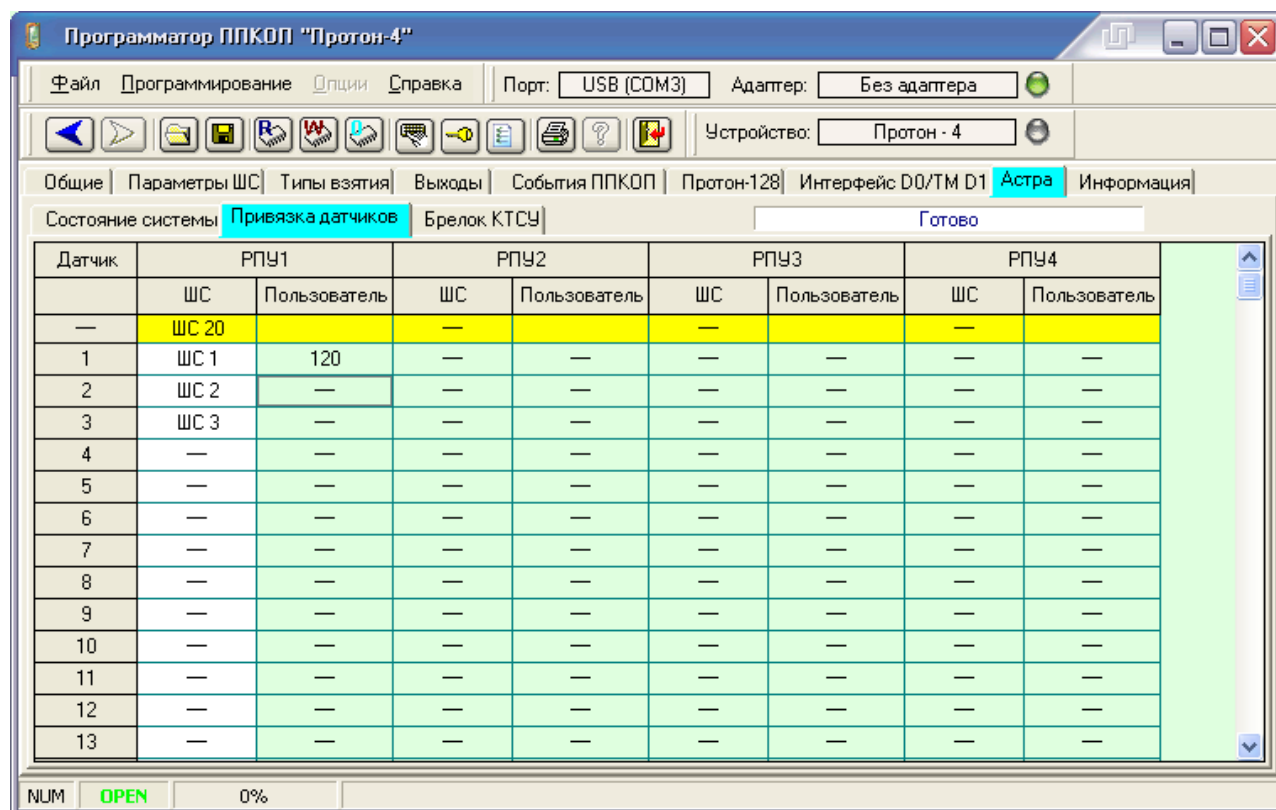

Рисунок 16 - Внешний вид вкладки «Астра. Привязка датчиков»
1. При использовании брелка **Астра КТСУ** для функции тревожной кнопки, необходимо произвести его сопоставление с требуемым номером ШС (столбец «ШС» на рис. 16).
2. При использовании брелка **Астра КТСУ** для функции взятия под охрану/снятия с охраны, необходимо произвести его сопоставление с требуемым номером пользователя (столбец «Пользователь» на рис. 16).